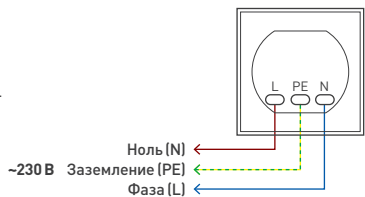

Рис.1.
- 3.5. Подключите провода сетевого питания AC 230 В к контактам розетки в соответствии со схемой (рис. 1): L (фаза) — коричневый, N (нейтраль) — синий, PE (заземление) — желто-зеленый.